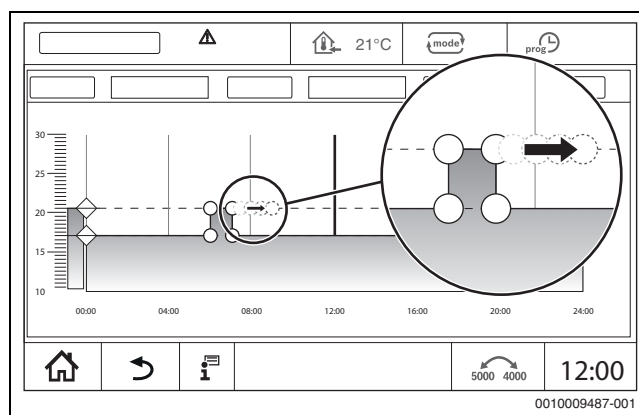

Bild 25 Schaltpunkte verschieben
- Schaltpunkt (→ Bild 25) antippen, eine Sekunde halten und auf die gewünschte Uhrzeit ziehen.